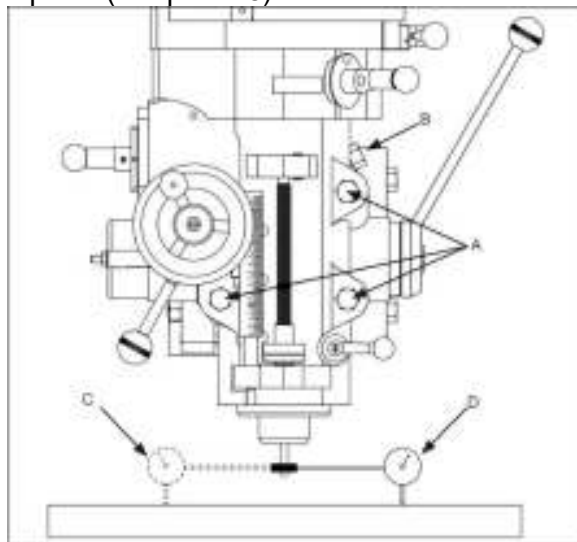

Рисунок 18
5. Установите индикатор на оправку и закрепите с помощью приводного стержня (см. рис. 18).
в. Установите индикатор часового типа на оправку и закрепите с помощью приводного стержня (см. рис. 18).